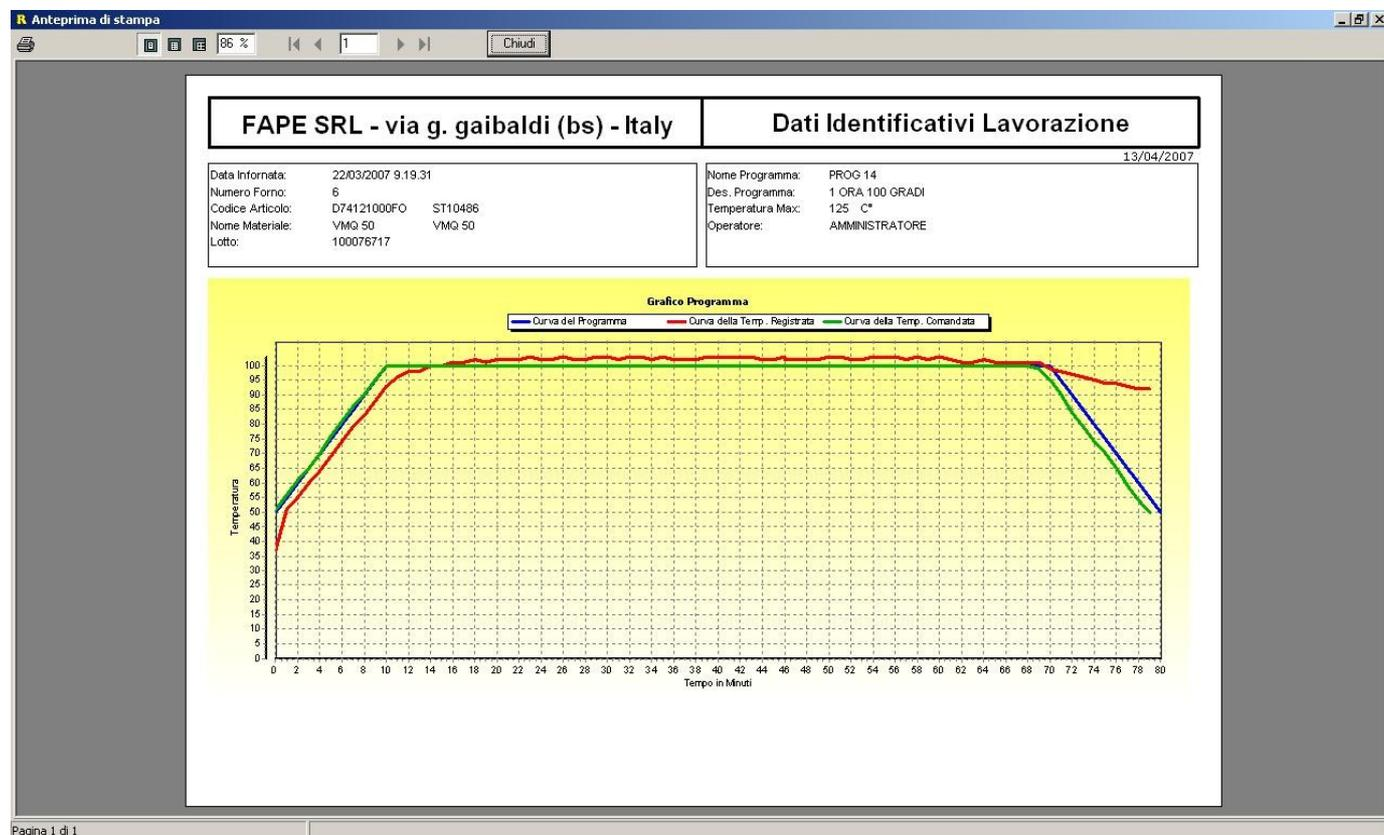

Fig.24 - Anteprima di stampa grafico
- **Intestazione Report:** dicitura (modificabile a piacere) riportata sull'intestazione della pagina di stampa normalmente si inseriscono i riferimenti aziendali base (vedere Fig. 24).